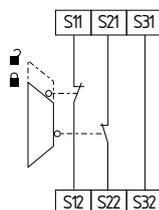

Fig. 17
**Circuito de monitorización de puerta de seguridad de dos canales con dispositivo de seguridad con enclavamiento según EN 1088 (véase fig. 17)**